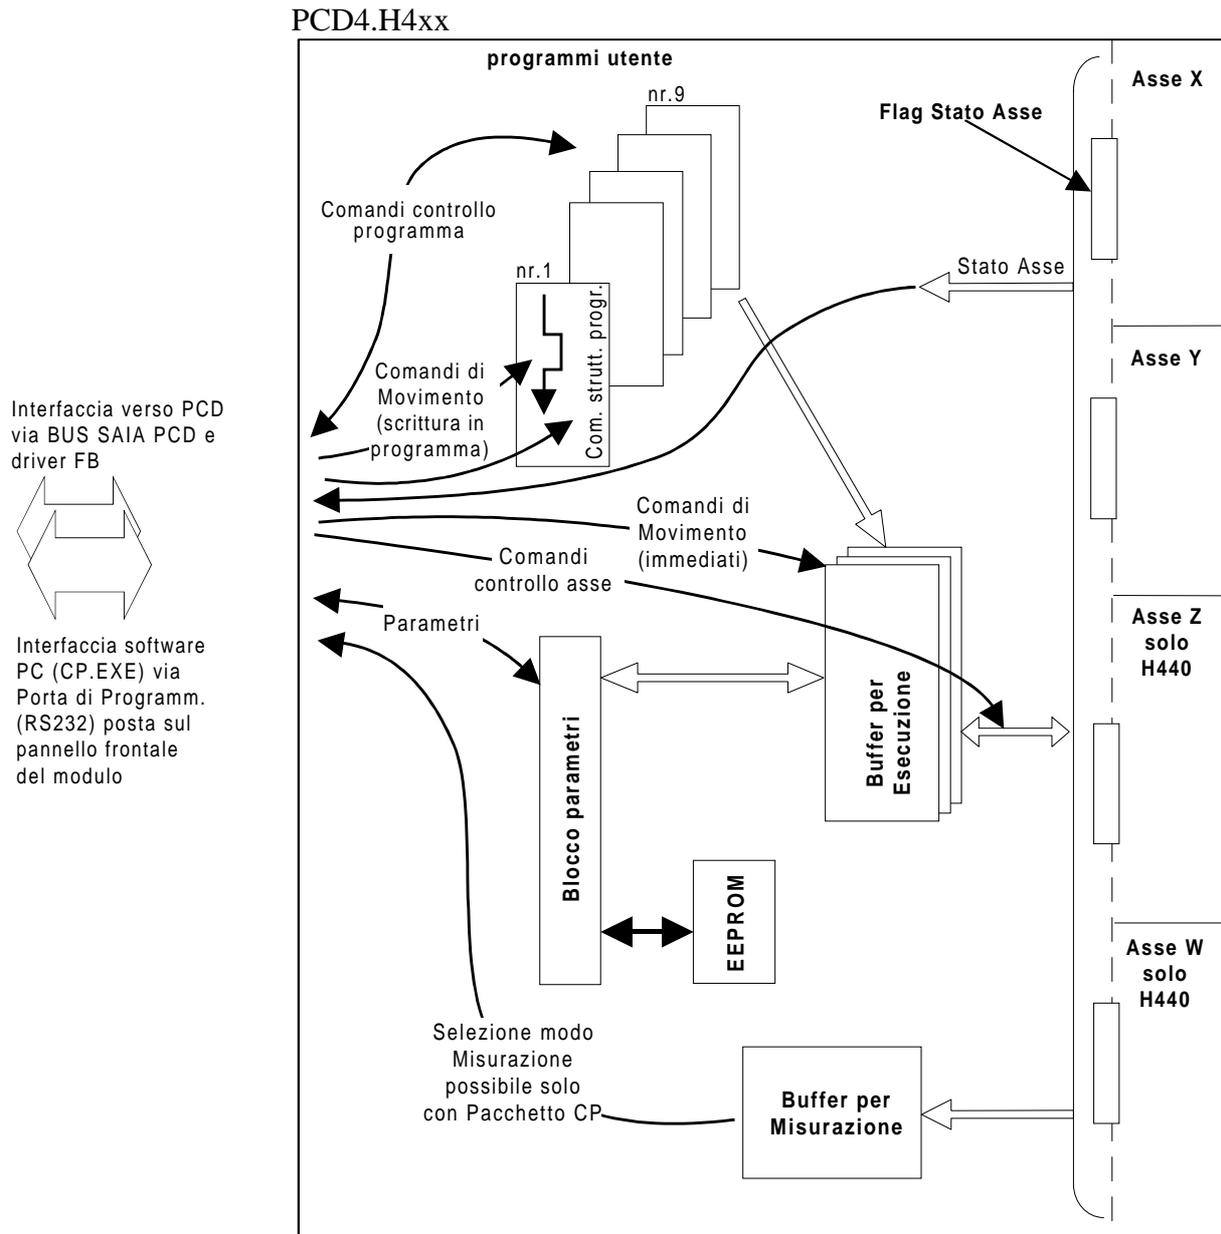

Figura 6.02
In figura 6.02 è possibile notare che vi sono due tipi di comandi di movimento. I comandi di movimento 'Immediato' vengono trasferiti direttamente nel buffer di esecuzione e poi eseguiti. I comandi di movimento 'Programma' non sono eseguiti direttamente ma vengono scritti in uno dei programmi del modulo H4 (numero 1 - 9). Nell'elenco dei comandi riportato nella sezione 7.5, la colonna 'Parametro ip' indica la modalità di esecuzione ammessa per ogni singola istruzione (I = solo immediata, P = solo programma, IP = immediata + programma).
In figura 6.02 è possibile notare come ad ogni asse sia associata una flag di stato dell'asse. Questa può essere usata, per esempio, per verificare se un dato asse ha raggiunto il proprio finecorsa, se il controllo di posizione è attivo oppure se la ricerca del punto di riferimento asse è terminata. Queste flag di stato asse possono essere "interrogate" utilizzando l'istruzione 'Query status x' (Rileva stato x). Consultare l'elenco dei comandi (sezione 7.5) per l'identificazione delle varie flag ed il relativo significato. Le flag di stato sono suddivise in gruppi. Le flag 0-7 sono occupate dai Blocchi Funzione standard e perciò non possono essere utilizzate dall'utente. Le flag 8-23 sono riservate all'asse X, le flag 24-39 all'asse Y, le flag 40-55 all'asse Z e le flag 56-71 all'asse W. Durante la programmazione, l'utente può sia operare con valori numerici che assegnare un simbolo alle flag appropriate. Gli indirizzi di base delle flag possono essere definiti nel Blocco Funzione (FB) di inizializzazione (vedere sezione 7.4.6). La seguente lista si riferisce ad una base delle flag = 0.
6.2.7 Buffer di misurazione (vedere schema pag. 1-3 e figura 6-02)